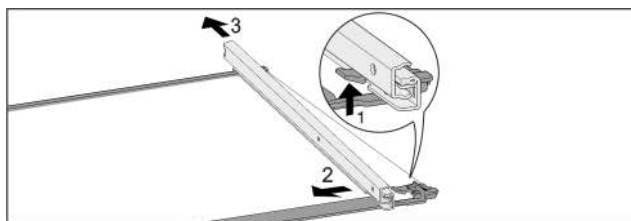

Fig. 40 Стеклаянная пластина с направляющими
- ▶ Отожмите передний стопорный крючок вверх. Fig. 40 (1)
- ▶ Сдвиньте выдвижную направляющую в сторону Fig. 40 (2) и назад Fig. 40 (3).